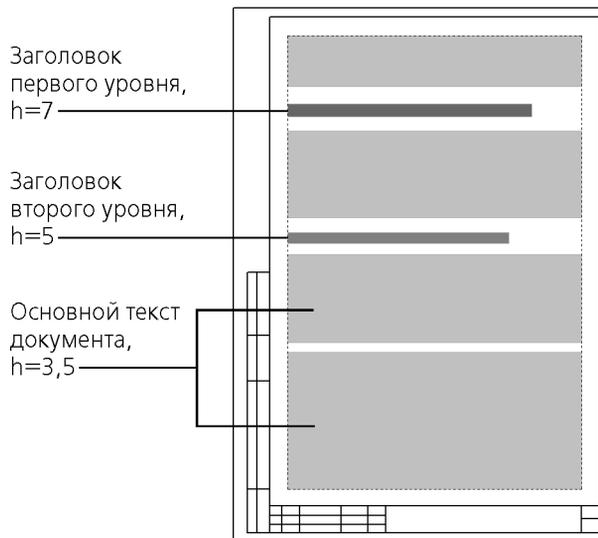

Рис. 132.6. Макет страницы
**Задание.** Создайте стили текстов, позволяющие оформлять документы в соответствии с макетом, показанным на рис. 132.6. В стилях должен использоваться шрифт Arial прямого начертания.